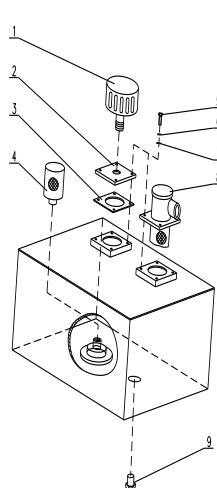

Ilustración 18: Depósito del aceite hidráulico de la excavadora modelo KT17D PRO.
- . Afloje el perno que se encuentra en la parte inferior del depósito de aceite y drene lentamente el aceite (Ver ilustración 18, elemento 6).
▲ Afloje el tapón de drenaje (ver ilustración 18, elemento 1). Purgue el aire del depósito de aceite.
- ▲ Retire el perno (ver ilustración 18, elemento 5), retire la tapa de la cubierta (ver ilustración 18, elemento 2) y la junta de goma (ver ilustración 18, elemento 3). Prepare un recipiente para recoger el aceite. Drene el aceite a través del tapón de drenaje. Si no hay un tapón de drenaje, puede utilizar una bomba de extracción.
- ▲ Vuelva a colocar la tapa de la cubierta (ver ilustración 18, elemento 2). Cierre bien la tapa.